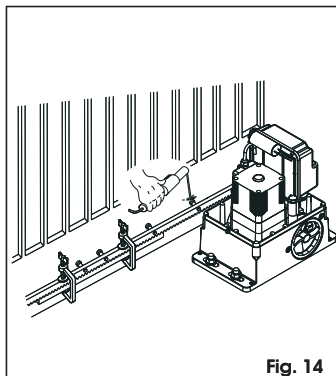

Fig. 14
- Acerque otro elemento de cremallera al precedente utilizando, para sincronizar la dentadura de los dos elementos, una pieza de cremallera como se indica en la Fig. 14.